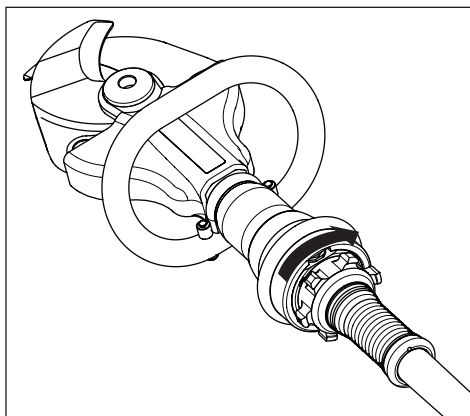

Figura 7, cortador fechado
- Para fechar as lâminas: gire o botão para a direita e segure-o no lugar. Veja a Figura 7.